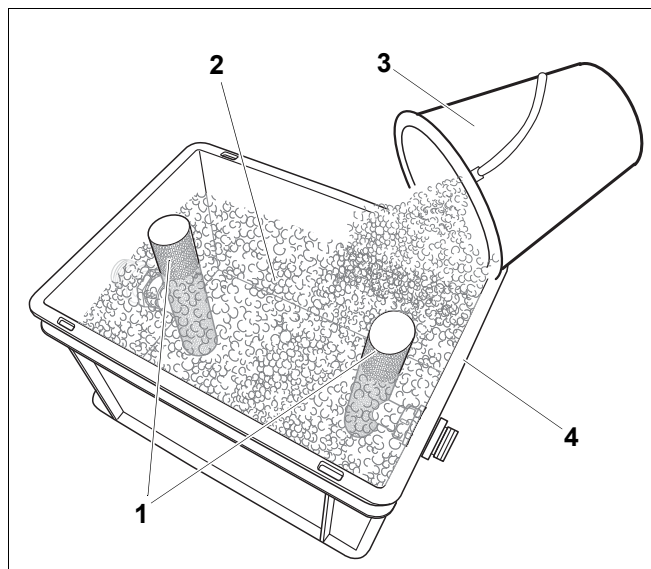

Рис. 4 Заполнение нейтрализующим средством
- Трубные фильтры (рис. 4, поз. 1) должны быть равномерно покрыты нейтрализующим средством.